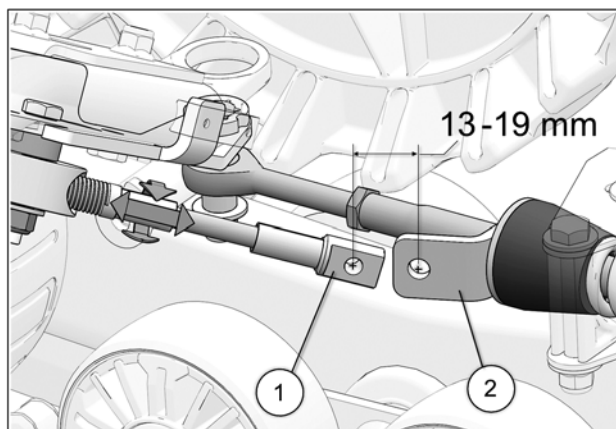

Fig. 26
17. Tourner le volant du véhicule au maximum de la course du côté gauche. En maintenant une pression au volant, ajuster le câble (en vissant ou dévissant pour ajuster la longueur). Voir la Fig. 26
18. Obtenir une distance de 13-19mm du centre de l'extrémité du câble (1) au centre de l'extrémité du support de fixation (2). Voir la Fig. 26